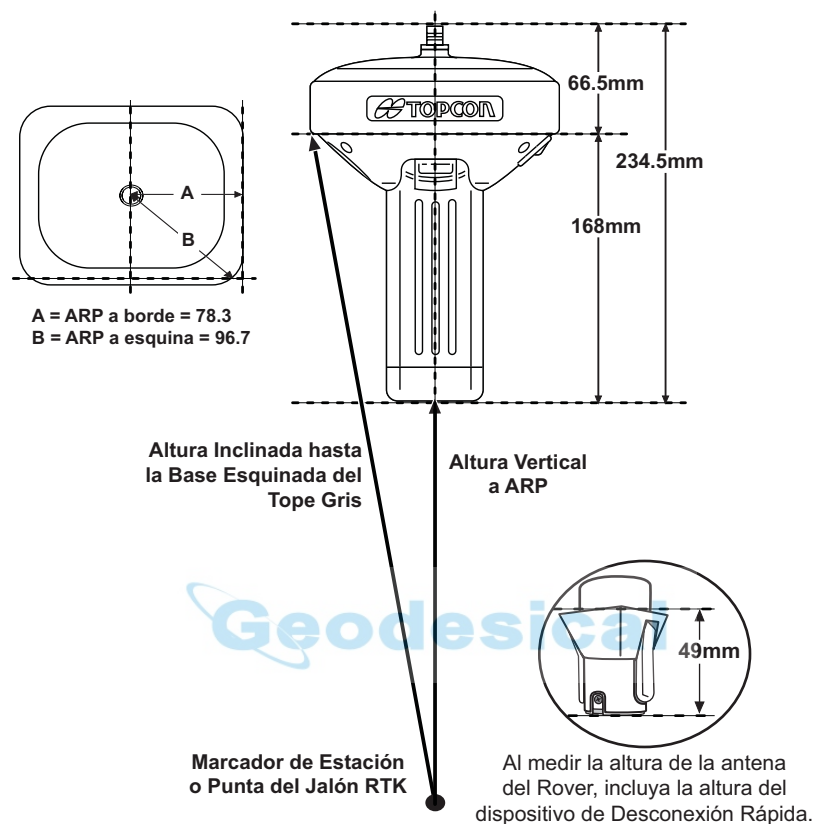

Figura 4-3. Mediciones de Desplazamiento de la Antena
1. Mida la altura de la antena sobre el punto de control o punta del bastón, ya sea altura inclinada o altura vertical (Figura 4-3 en la página 4-6).